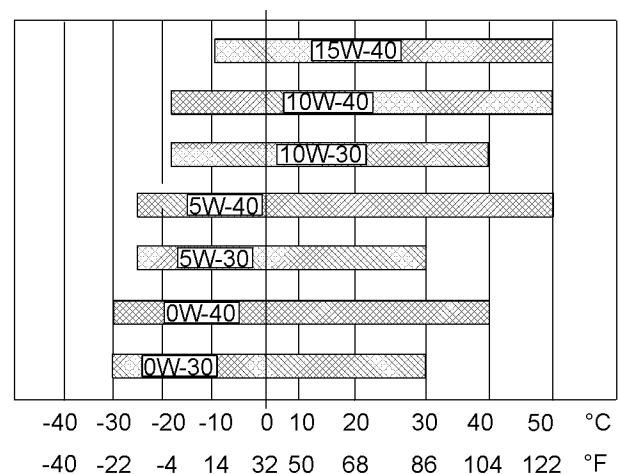

Abbildung 40
Informationen zur Bestimmung der erforderlichen Ölviskosität beim Starten eines kalten Motors sind der Abbildung 40 (Tiefsttemperatur) zu entnehmen.
Informationen zur Wahl der erforderlichen Ölviskosität für den Motorbetrieb bei der höchsten zu erwartenden Umgebungstemperatur sind der Abbildung 40 (Höchsttemperatur) zu entnehmen.
- Siehe geeignete "Schmiermittelviskosität". Zur Bestimmung der für den verwendeten Motor geeigneten Ölviskosität siehe Abbildung 40 .